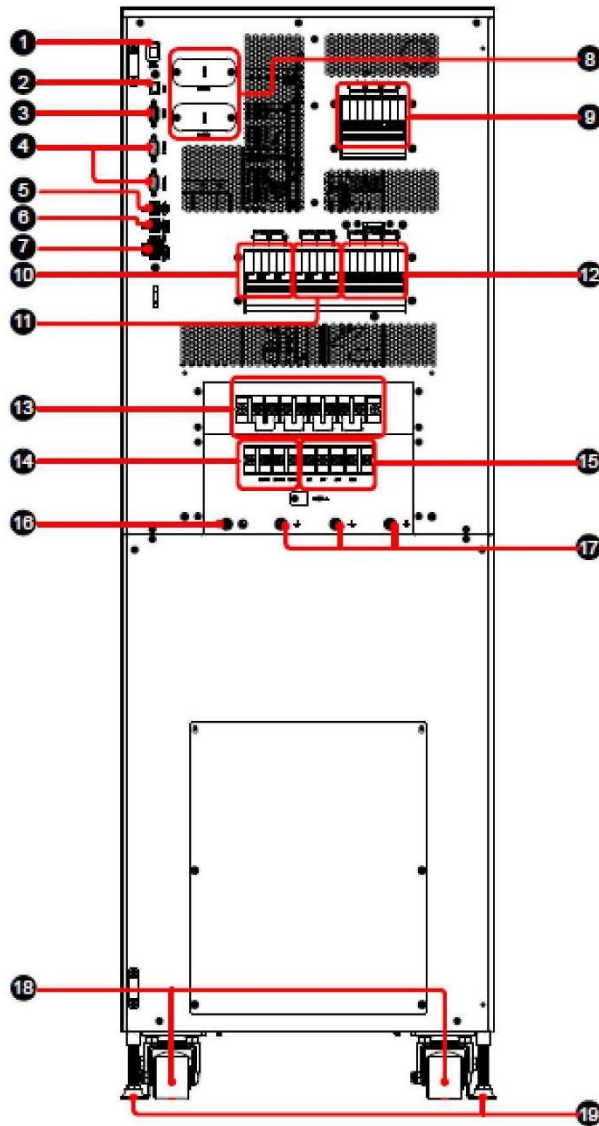

Рисунок 2-5. Задняя панель ИБП 20 кВА
4. Расположение интерфейсов связи см. на *рис. 2-5* и *2-6*.